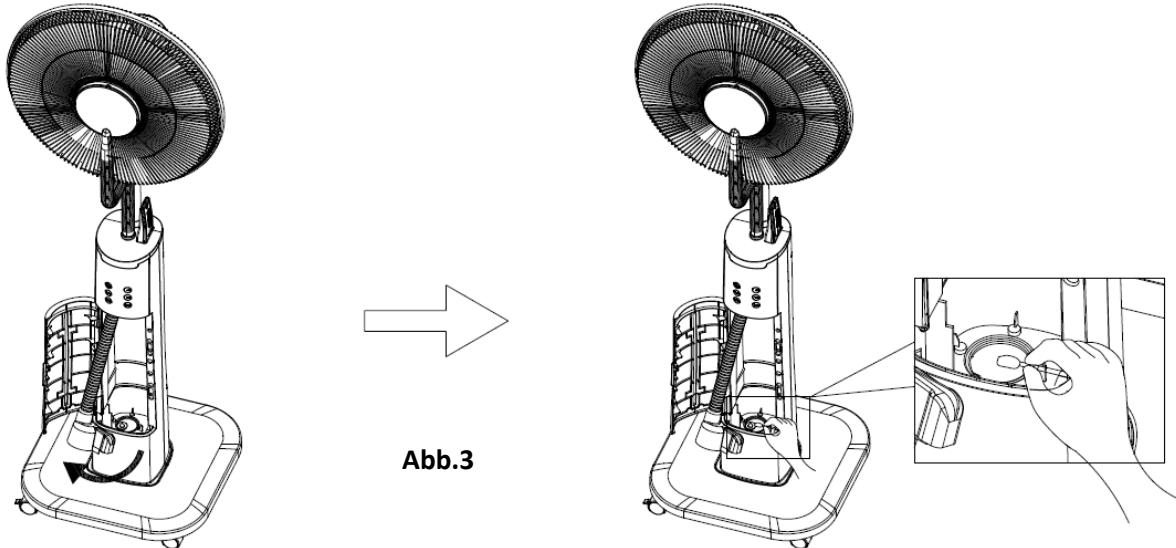

Abb.3
4. Den Ultraschall-Rüttler behutsam mit einem in Reinigungsmittel getunkten Wattebausch abwischen. (Abb.3)